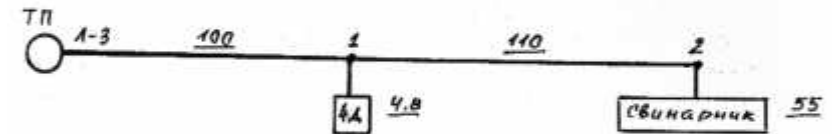

Рис. 3. Расчетная схема ВЛ-0,38 кВ (линия 3)
4.1. Расчетную мощность (кВт) на шинах 0,4 кВ определяем путем суммирования расчетных мощностей головных участков отходящих линий 0,38 кВ согласно рис. 3.